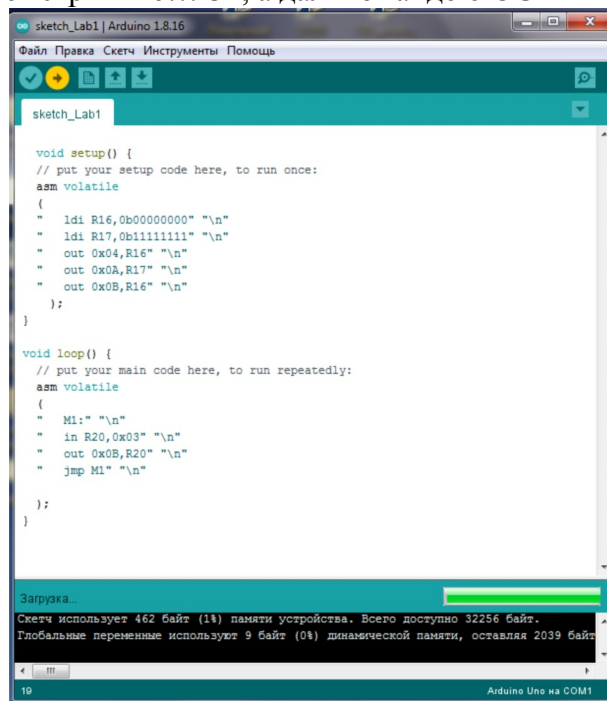

Рис. 14. Скетч для Arduino з asm-вставкою
Приведемо приклад написання скетчу з asm-вставкою (рис. 14).
1. Запустити Arduino Ide і створити скетч за прикладом програми (рис. 14). Скомпілювати його, знайти серед файлів з результатами компілювання потрібний файл з розширенням .hex. Скопіювати посилання на нього (клавішами Ctrl-C; Ctrl-V).
1. Запустити Arduino Ide і створити скетч за прикладом програми (рис. 14), в якому запрограмувати лінії порту D на ввід, а лінії порту B - на вивід. Скомпілювати його, знайти серед файлів з результатами компілювання потрібний файл з розширенням .hex. Скопіювати посилання на нього (клавішами Ctrl-C; Ctrl-V).